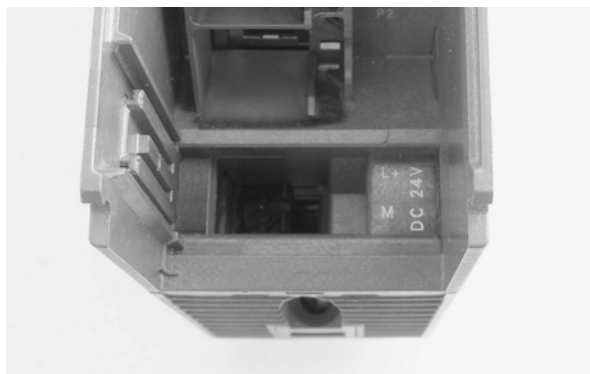

Figura 4-2 Collegamento della tensione di alimentazione
3. Montare i collegamenti per la tensione di alimentazione. Vedere Figura 4-2
4. Innestare la morsettieria nelle apposite prese sull'apparecchio. Vedere Figura 4-2